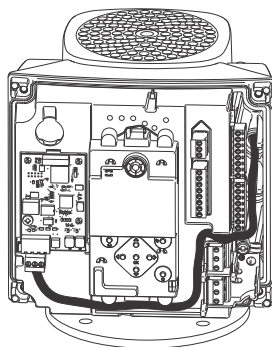

Рис. 64 Пример проводки
- Проложите провода для модуля SIM. См. пример на рис. 64.